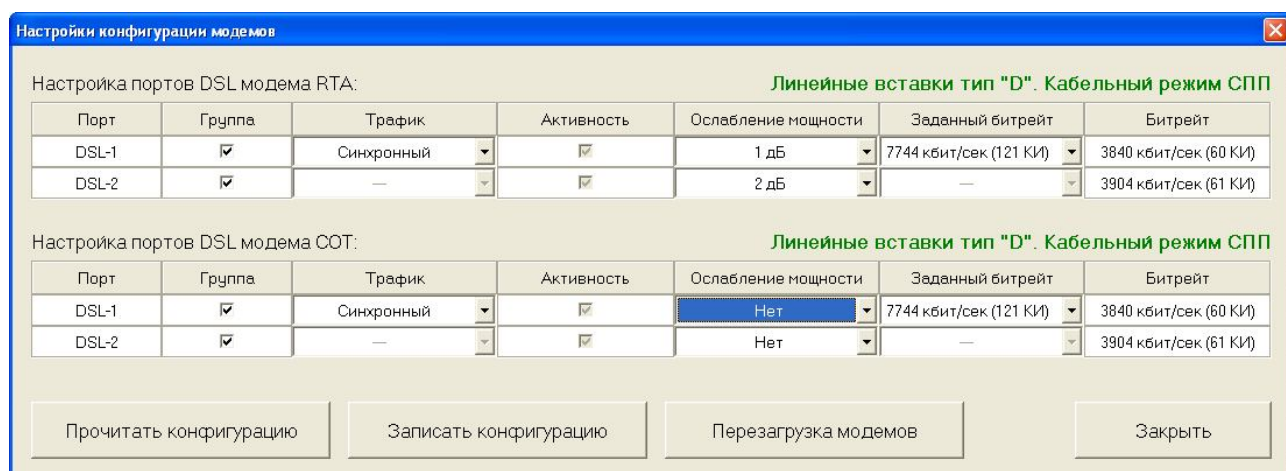

Рисунок 16
10.5.1.6 Рассмотрим следующий пример. Заданный битрейт для группы равен 7744 Кбит/с (121 КИ) (см. рисунок 16). Битрейт порта DSL-1 будет равен 3840 Кбит/с (60 КИ) – целое число от деления (121 КИ делится на 2). Битрейт порта DSL-2 будет равен 3904 Кбит/с (61 КИ) - целое число от деления (121 КИ делится на 2) плюс остаток от деления (121 КИ делится на 2).